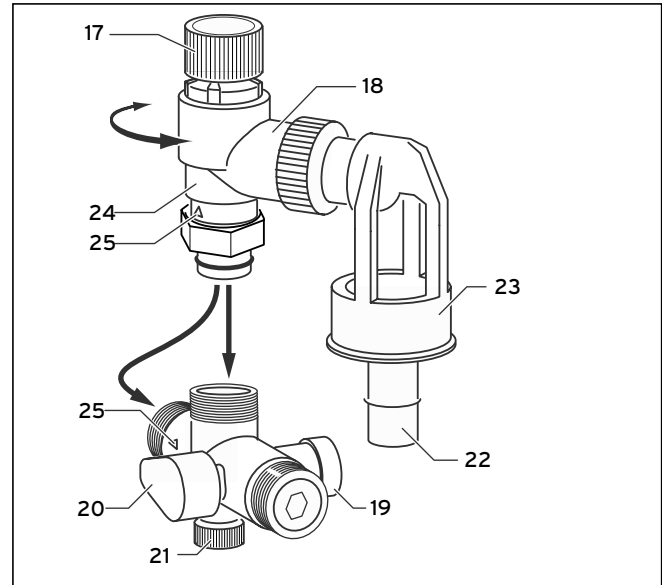

Abb. 4.5 Sicherheitsgruppe (11)
Überprüfen Sie jährlich und bei jeder Inbetriebnahme die Funktionsfähigkeit des Sicherheitsventils (24, siehe Abb. 4.5):
- Drehen Sie den Anlüftgriff (17, siehe Abb. 4.5) in die auf dem Griff markierte Pfeilrichtung. Hierbei muss Wasser in den Trichter (23, siehe Abb. 4.5) fließen. Anschließend muss das Sicherheitsventil (24) wieder dicht sein.
- Schließen Sie den Absperrhahn (20, siehe Abb. 4.5).
- Drehen Sie den Prüfstopfen (19, siehe Abb. 4.5) heraus. Bei anhaltendem Wasseraustritt ist der Rückflussverhinderer defekt, die Sicherheitsgruppe muss ausgetauscht werden.
- Öffnen Sie bei jeder Wiederinbetriebnahme den Absperrhahn (20) vollständig.